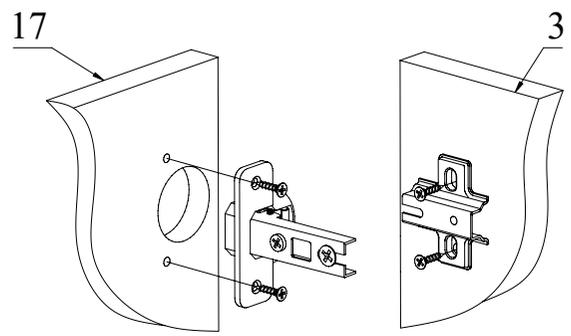

Рис.6
5. При помощи шурупов 3,5х16 закрепите петли на двери 17, а при помощи евровинтов — ответные планки петель на детали 3 (Рис. 6).